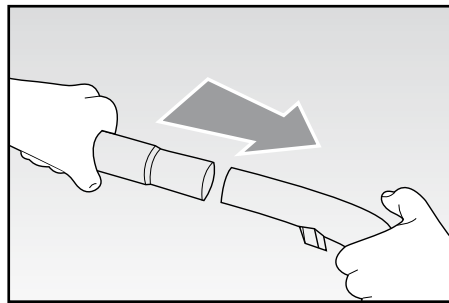

Fig. 4
- Inserire il tubo telescopico (O) sull'impugnatura (Fig. 4).